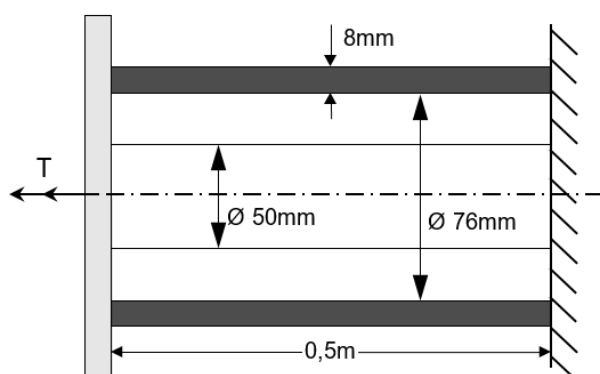

Figura 3.10
3.4.2 Um veio de aço e um tubo de alumínio estão ligados a um apoio fixo e a um disco rígido, como mostra a Figura 3.10. Sabendo que as tensões iniciais são iguais a zero, determine o momento torsor máximo que pode ser aplicado ao disco admitindo que a tensão de corte admissível para o alumínio é 70MPa e para o aço 120MPa. ($G_{\text{aço}}=80\text{ GPa}$ e $G_{\text{alumínio}}=27\text{ GPa}$).